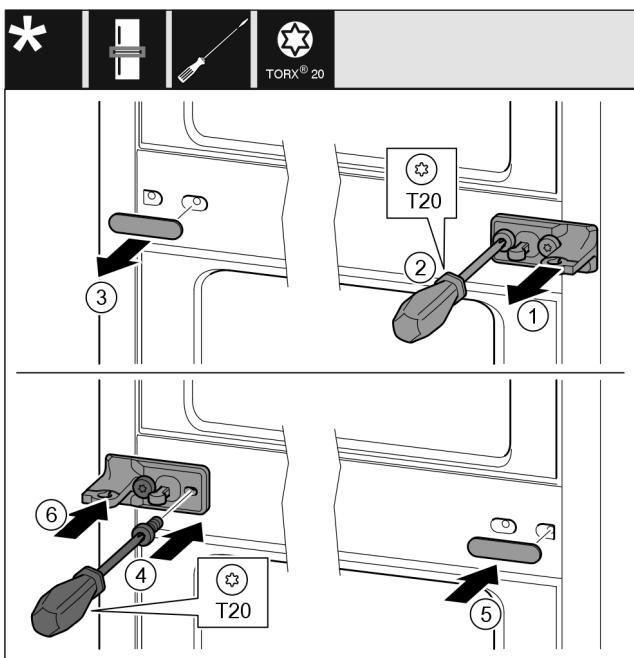

Fig. 11
- Lironi kapakun. Fig. 11 (1)
- Nxirri jashtë vidat me një kaçavidë T20. Fig. 11 (2)
- Lironi me kujdes kapakun mbulues. Fig. 11 (3)
- Mbërtheni fort bazamentin mbështetës në anën tjetër të rrotulluar me  $180^\circ$ . Fig. 11 (4)
- Vendosni kapakun të rrotulluar me  $180^\circ$ , në anën tjetër. Fig. 11 (5)
- Shtyni kapakun brenda nga përpara. Fig. 11 (6)